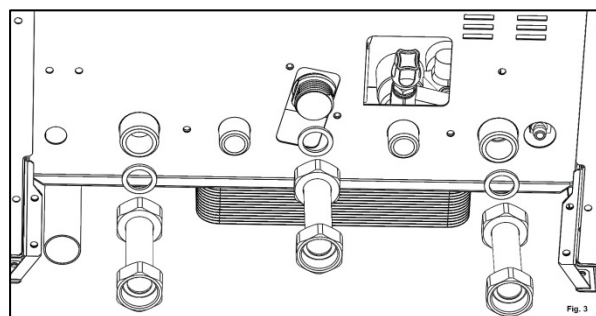

Fig. 3
3. Se montează țevile C pe racordurile G3/4 ale unității, împreună cu 3 garnituri D, prin strângerea piulițelor până la asigurarea unei etanșări corespunzătoare (30Nm). (Fig. 3)